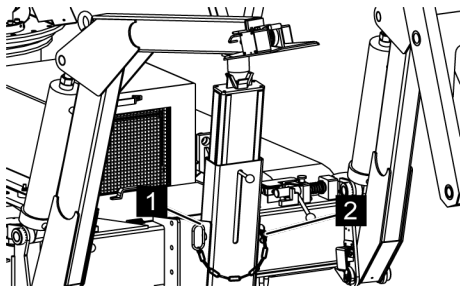

Fig. 101: Cheville de verrouillage
5. ➔ Rentrer la cheville de verrouillage (Voir la Fig. 101/1) et la bloquer avec la goupille fendue à ressort (Voir la Fig. 101/2).